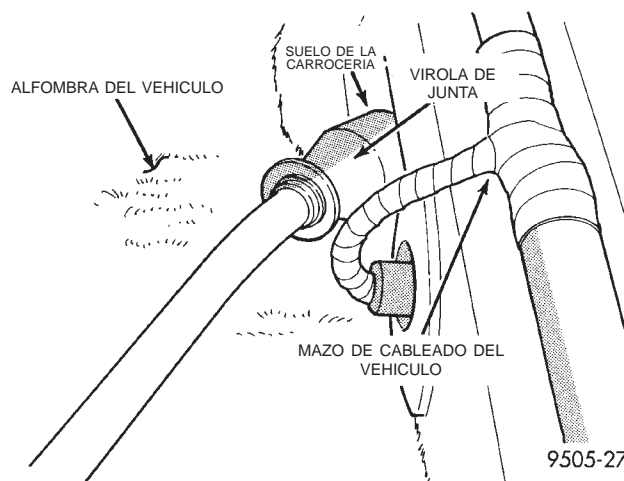

Fig. 157 Instalación de la virola de junta en el suelo de la carrocería
(10) Instale el conjunto de rueda y neumático trasero en el vehículo. Apriete todas las tuercas de espárrago de la rueda en sentido cruzado con la mitad de la torsión especificada. Luego apriete totalmente las tuercas de espárrago con una torsión de 135 N·m (100 libras pie), repitiendo el mismo sentido anterior.
(11) Baje el vehículo.
(12) Tome con fuerza la virola de la junta del cable del freno de estacionamiento al suelo de la carrocería (Fig. 157) con la mano y tire de ella hacia el suelo de la carrocería para asegurarse de que la virola esté completamente asentada allí.